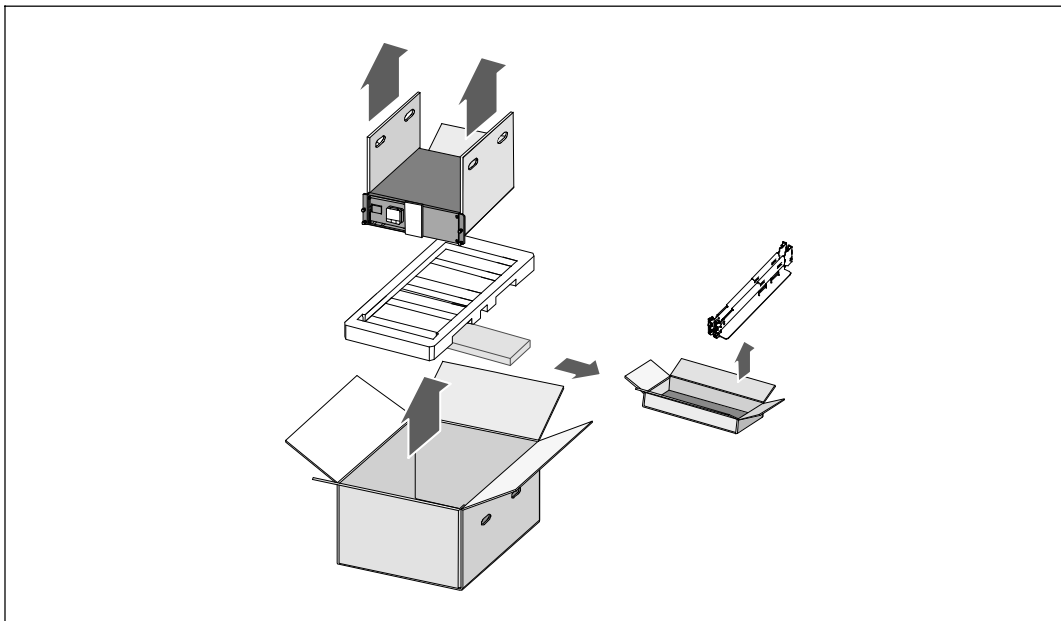

図3.キャビネットとレールキットの取り外し
- 2 片側を一人ずつで持ち、段ボールのハンドル部分を使って、段ボール箱からキャビネットを注意して持ち上げ、平らな安定した表面上に置きます。（図3を参照）。